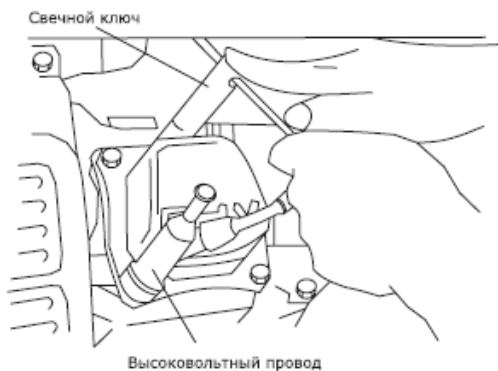

Рис. 14
2. Отсоедините высоковольтный провод (рис.14).